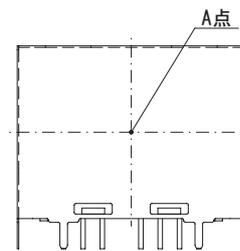

図7.9 強制通風時の温度測定箇所（ケース印字面）
■強制通風時（1m/s）は、図7.9のA点の温度が100℃以下となるように通風して、ご使用ください。